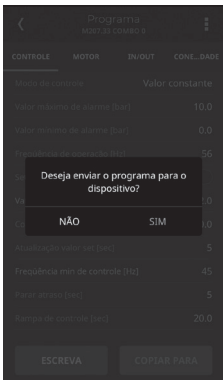

Figura 13 - Tela de Confirmação
13. Ao pressionar a tecla **ESCREVA**, aparecerá uma mensagem para confirmação. Clique em **SIM** para prosseguir, conforme Figura 13.